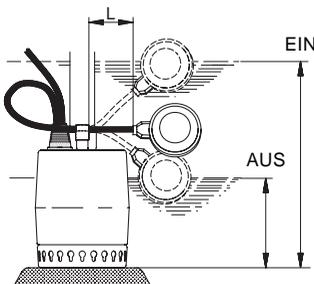

Abb. 7 Ein-/Ausschaltniveau, Unilift KP-A
Damit der Schwimmerschalter die Pumpe ordnungsgemäß ein- und ausschalten kann, muss die freie Kabellänge (L) mindestens 70 mm und maximal 150 mm betragen. Siehe Abb. 7.